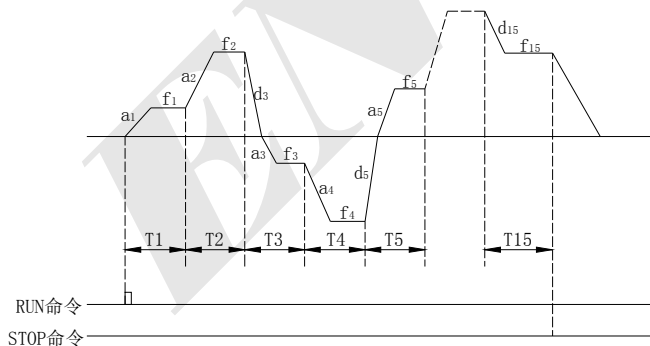

图 7-31 PLC 单循环后停机方式
**1：单循环后停机。**如图 7-31，变频器完成一个循环后自动停机，需要再次给出运行命令才能启动。